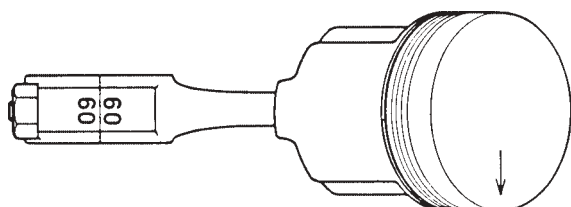

Fig. 49 Assemblage de piston et bielle (MD2010, MD2020)
3. Chauffer le piston à environ 100°C. Placer le piston et la bielle pour que les repères coïncident avec les figures 49 et 50.
MD2010, MD2020 : Avec le repère sur le côté de la bielle en haut, la flèche en haut du piston doit être tournée du même côté, voir la figure 49.